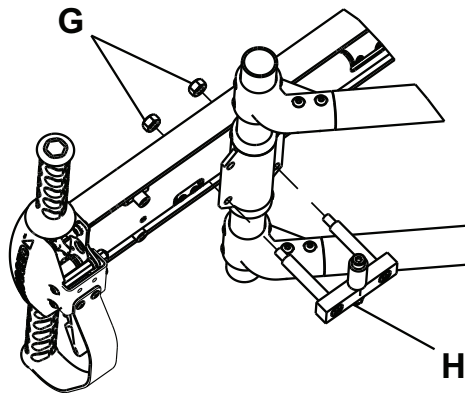

Figura 8 – Conjunto do cilindro
8. Utilizando uma chave Allen M6 e uma chave M13, instale o conjunto do cilindro fornecido (H) e as porcas (G) no suporte do tubo deslizante (Figura 8).